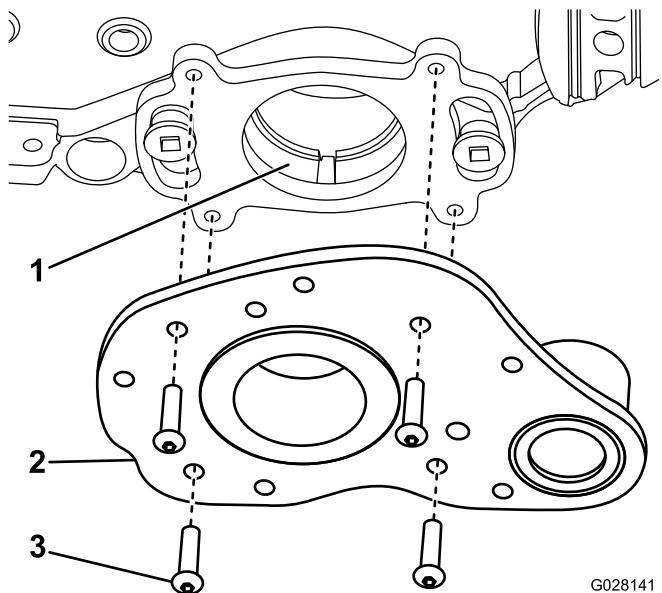

Рисунок 9
3. Прикрепите узел привода к задней монтажной пластине с помощью 4 винтов (Рисунок 9).
2. Нанесите тонкий слой консистентной смазки на уплотнительное кольцо и направляющее отверстие (Рисунок 9).